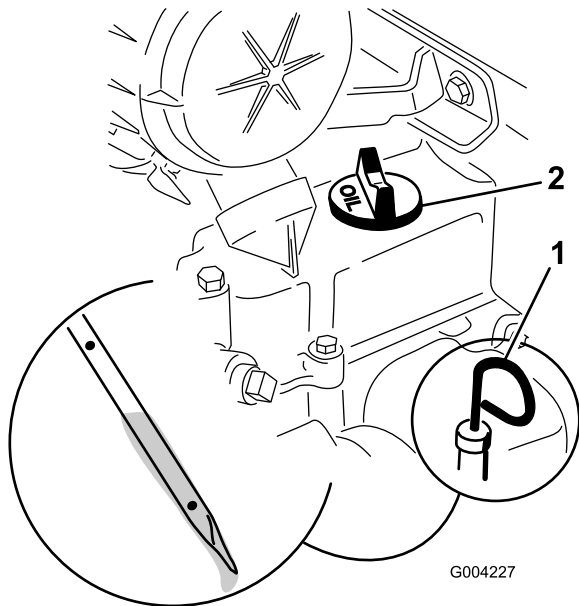

Figura 11
4. Limpie alrededor de la varilla de aceite (Figura 11).
5. Retire la varilla y limpie el extremo metálico (Figura 11).
6. Introduzca la varilla a fondo en el tubo de la varilla (Figura 11).
8. Si el nivel de aceite es bajo (por debajo del orificio inferior), limpie alrededor del tapón de llenado de aceite y retire el tapón (Figura 11).